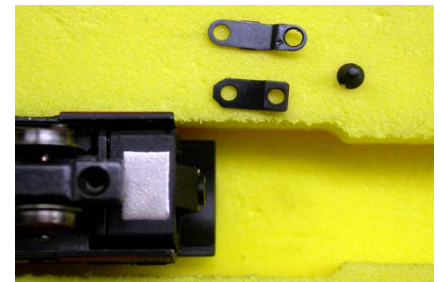

Bild 2: der große Metalleinsatz ist schon ausgebaut, der neue kleine Einsatz liegt davor. Die zu lösende Schraube liegt daneben.
2. Die Lok wird rücklings auf eine geeignete Unterlage gelegt, z.B. auf unsere Lokliege. Die hintere Schraube der Getriebeabdeckung wird gelöst und vorsichtig entfernt. Vorsichtig deshalb, weil auf keinen Fall die Zahnräder des 5-teiligen Laufradsatzes verrutschen dürfen. Zum Entfernen der Schraube eignet sich eine Pinzette. Mit einem Finger wird der Getriebedeckel nach unten gedrückt, mit Hilfe einer Pinzette wird das serienmäßige Blechteil nach hinten herausgezogen (oben in Bild 2). Danach wird das neue kleinere Frästeil von hinten nach vorn eingeschoben. Nochmals Vorsicht, das sich die Getriebeabdeckung nicht hebt und die Zahnräder aus ihrer Stellung springen. Das erhöhte Metallteil zeigt Richtung Motor. Dann die Schraube wieder vorsichtig in die Öffnung einsetzen und behutsam festschrauben.